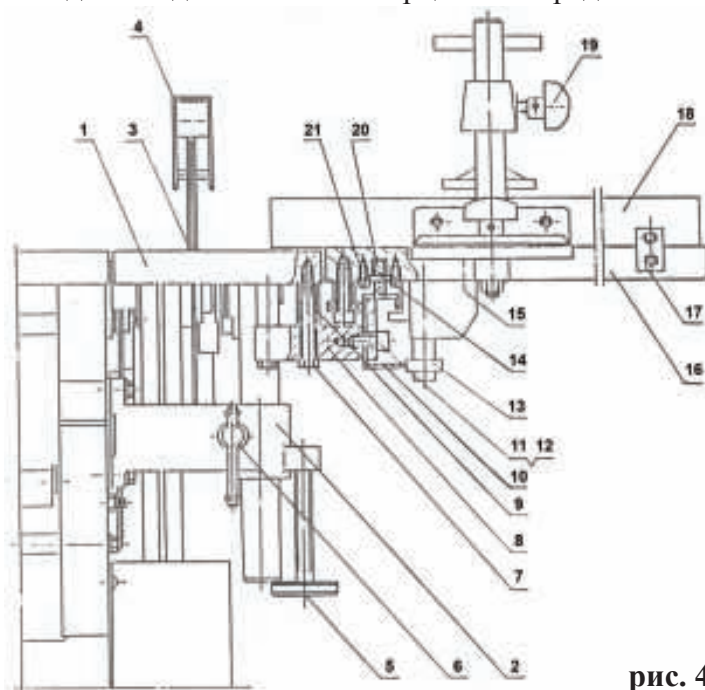

рис. 4
4.4 Общий вид стола для пиления и торцевания представлен на рис. 4
- Отвинтите два винта и снимите металлическую вставку расположенную на столе для пиления **1** (рис. 4);
- вращением винта регулировочного **6** (рис. 4) отрегулируйте высоту стола **1** (рис. 4), предварительно ослабив ручку **5** (рис. 4);
4.7 Справа от столов для строгания установлен стол **1** (рис. 4) для пиления. Высота стола пиления регулируется винтом регулировочным **6** (рис. 4), фиксируется ручкой **5** (рис. 4). Пильный диск **3** (рис. 4) закрывается сверху защитным кожухом **4** (рис. 4), имеющим в своём составе расклинивающий нож. Стол для пиления **1** (рис. 4) имеет вставку, крепящуюся двумя винтами. При установке на валу фрезы, вставка снимается.
- вращением винта регулировочного 6 (рис. 4) отрегулируйте высоту стола 1 (рис. 4), предварительно ослабив ручку 5 (рис. 4);